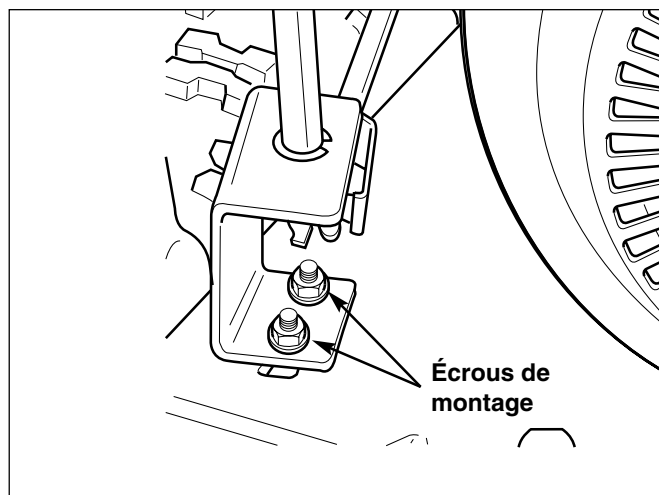

Figure 19. Réglages de l'engrenage de la direction de chute
1. Desserrer les écrous de montage de support d'engrenage (Figure 19).